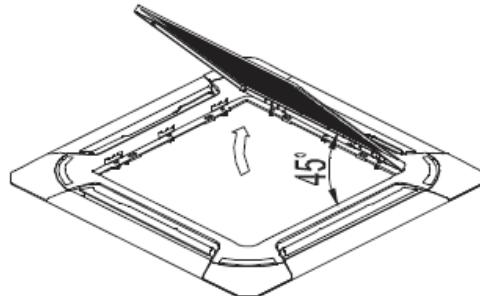

Fig.1-8
- Trageţi de grilaj în unghi de aproximativ 45 grade, şi scoateţi-l. (Consultaţi Fig. 1-8)